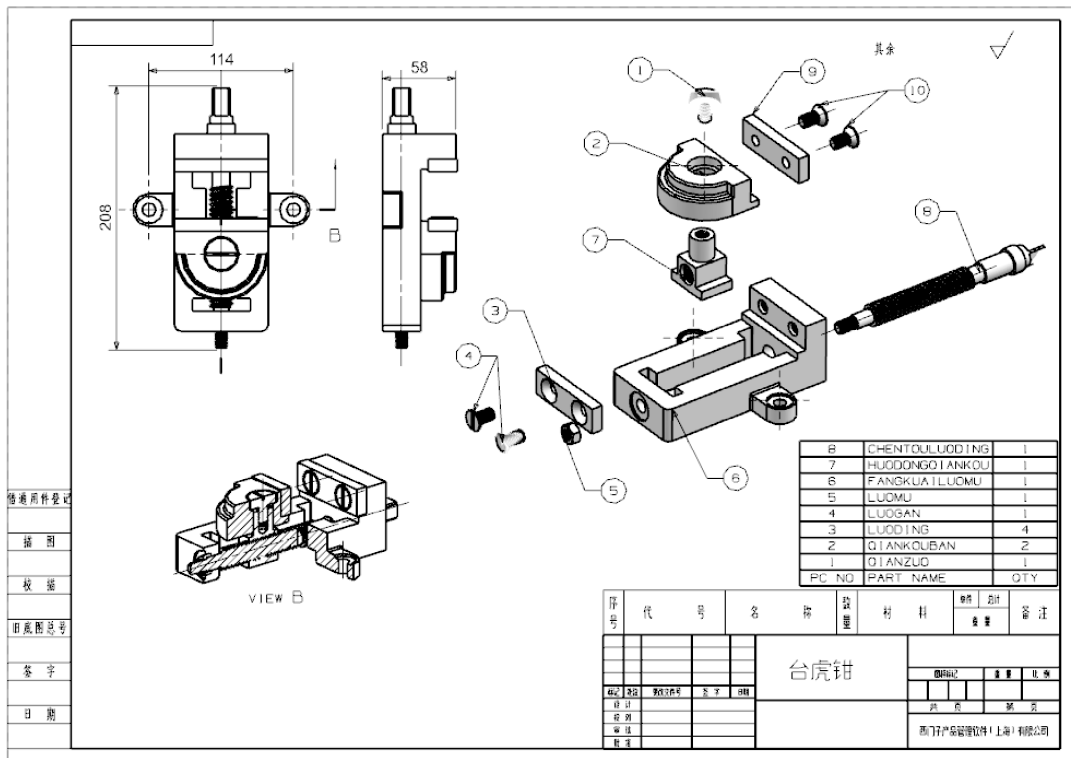

图 10-85 虎钳装配工程图
- 20 放置明细表后,整个虎钳的装配工程图即创建完成。最终创建完成的虎钳装配图如图10-85所示。